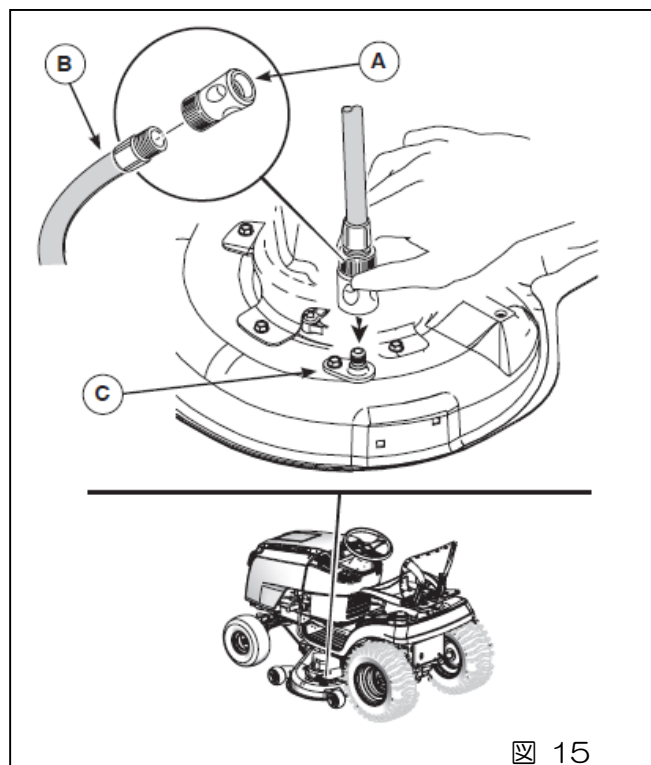

図 15
4. フロントとリアのゲージホイールを図 15 を参照して所定の位置に調整します。